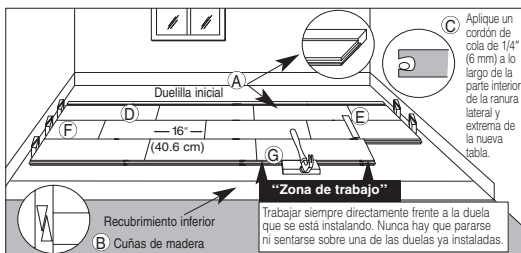

Figura 15
• Seleccione la primera tabla. Todas las instalaciones deben comenzar con el lado de la ranura contra la pared utilizando las tablas más largas disponibles. Aplique una gota de pegamento de 1/4" (6 mm) en la parte interior inferior de la ranura en el extremo de la tabla. No aplique pegamento en el lado de la ranura en este momento (Ítem C, Figura 15). Los productos que tienen la lengüeta extrema en el lado izquierdo deben ser instalados desde la derecha a la izquierda, las lengüetas opuestas deben ser instaladas desde la izquierda hacia la derecha. (Ítem D, Figura 15). Si se utilizó una tabla sacrificial, NO debe ser encolada a la primera hilera.
• Complete la primera hilera. Corte la última tabla dejando una separación de 1/2" (13 mm) entre la pared y el piso. (Utilice el extremo restante de la tabla cortada como una tabla de comienzo para cualquier hilera después de la tercera hilera). Instale una cuña en el extremo de la tabla entre el piso de madera y la pared dejando un espacio de expansión de 1/2" (13 mm). Evite la instalación en las primeras cuatro hileras de tablas que midan menos de 16" (40.6 cm). (Ítem F, Figura 15).
• Utilice una barra de tracción para tirar la última tabla desde el extremo opuesto. Instale cuñas en el espacio y apriete (Ítem B, Figura 15).
• Corte o utilice una tabla más corta para la primera tabla de la segunda hilera. Comience la segunda hilera aplicando una gota de pegamento de 1/4" (6 mm) a lo largo de la parte interior inferior de la ranura lateral y extrema de la nueva tabla. Instale la primera tabla de la hilera dos. Aplique una gota de pegamento en la parte interior inferior de la ranura extrema y lateral de la tabla siguiente e instálela. Cuando esté instalando las tablas, utilice un bloque de golpear contra la lengüeta, no la ranura (Ítem G, Figura 15). Golpee las tablas para colocarlas en su lugar con un martillo en el bloque de golpear. NO golpee el borde directamente con el martillo. Complete la segunda hilera hasta la cuarta usando esta misma técnica. Inserte cuñas en los extremos según sea necesario para restringir el movimiento del piso.